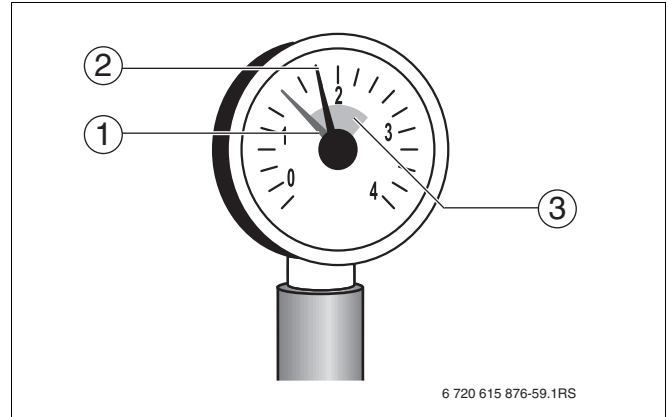

Рис. 7 Манометр для закрытых установок
В закрытых установках стрелка манометра (Рис. 7, **поз. 2**) должна находиться в зеленой зоне (Рис. 7, **поз. 3**).
Красная стрелка манометра (Рис. 7, **поз. 1**) должна быть установлена на требуемое давление. Это давление устанавливает наладчик.
- Проверьте, находится ли стрелка манометра (Рис. 7, **поз. 2**) в зеленой зоне (Рис. 7, **поз. 3**).
Если стрелка (Рис. 7, **поз. 2**) не доходит до зеленой зоны (Рис. 7, **поз. 3**), то давление воды слишком низкое. Необходимо восполнить потерю котловой воды, долив подпиточную воду. Для заполнения отопительной установки используйте только необработанную водопроводную воду.
- Заполняйте установку подпиточной водой через кран для заполнения и слива до тех пор, пока стрелка манометра (Рис. 7, **поз. 2**) не перейдет в зеленую зону (Рис. 7, **поз. 3**).